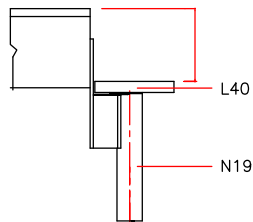

FIG. 4
6. Løft strukturen opp og sett den på plass slik at støtten N19 berører bjelkelaget (fig. 4). Hvis trappeoppgangen skulle være trang, anbefaler vi at du dreier noen av støttene.